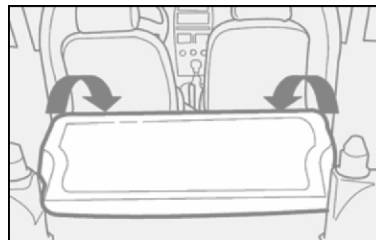

fig. 77
5) Incline hacia adelante el respaldo, haciendo pasar lateralmente los cinturones, hasta apoyarlos sobre el asiento trasero **fig. 77**.